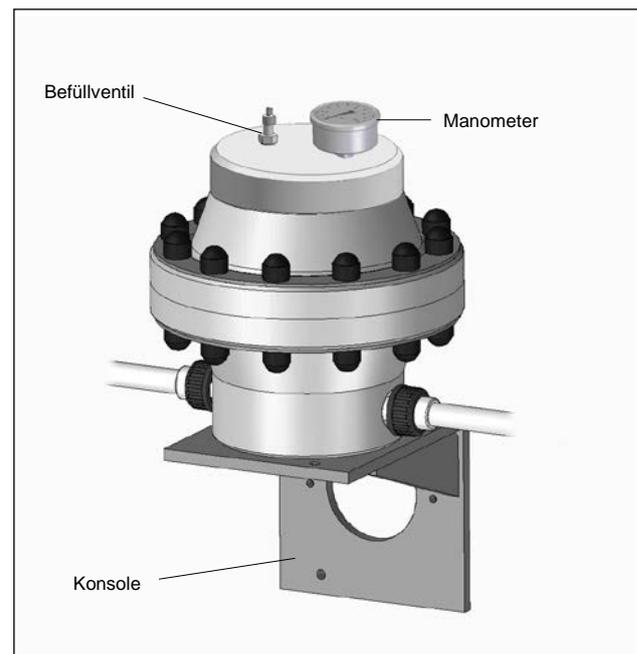

Abb. 07 Druckmess-, Befülleinrichtung
- Befülleinrichtung bzw. Druckmess- und Befülleinrichtung müssen gut einsehbar und bedienbar sein (siehe Abb.07).